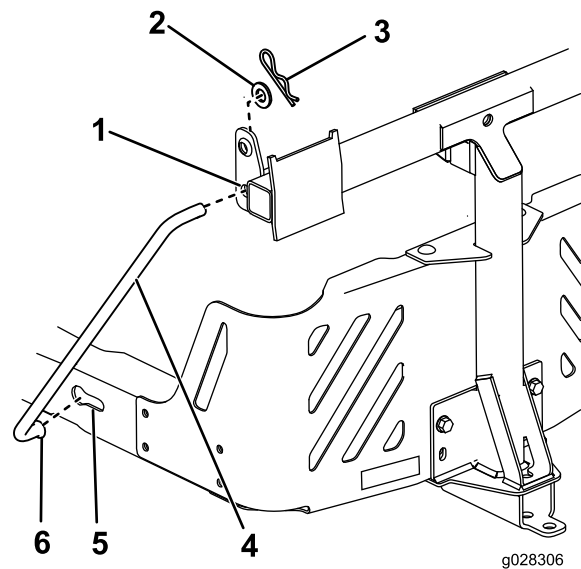

Figure 5
5. Placez l'extrémité évasée d'une tige dans l'encoche sur le côté gauche du cadre de la machine et glissez la tige vers l'arrière pour bien l'engager dans le cadre (Figure 5).
6. Insérez les extrémités coudées des tiges dans le support d'accessoire, comme montré à la Figure 5, et fixez-les avec une rondelle et une goupille fendue.